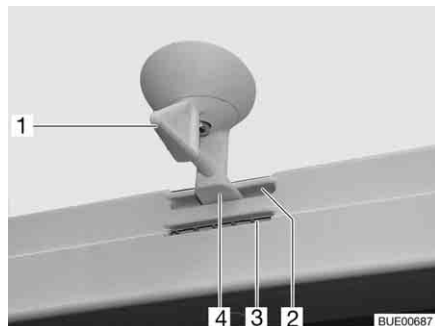
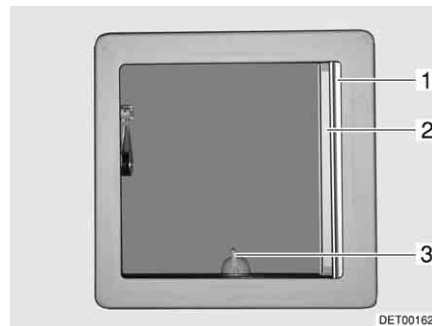

Fig. 61 Oblò inclinabile, bloccaggio
Fig. 62 Oblò inclinabile
- Ruotare la leva (Fig. 61,1 o Fig. 62,3) di un quarto di giro.
- Girare la leva di un quarto di giro. Il bloccaggio (Fig. 61,4) deve entrare nella feritoia inferiore (Fig. 61,3).
- Girare la leva di un quarto di giro. Il bloccaggio (Fig. 61,4) deve entrare nella feritoia superiore (Fig. 61,2).
- Tirare la tendina oscurante pieghevole (Fig. 62,1) fino alla posizione desiderata e rilasciare. La tendina oscurante pieghevole rimane in questa posizione.
- Estrarre la zanzariera a rullo (Fig. 62,2) fino a quando non scatta il bloccaggio dalla parte opposta.